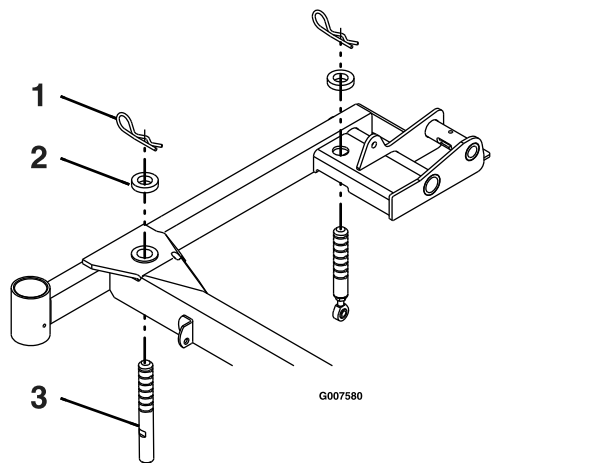

Figura 69
3. Verificate che tutte le coppiglie si trovino nei fori dell'altezza del piatto del tosaerba di 7,62 cm con i distanziali sotto le coppiglie (Figura 69).
4. Accorciate o allungate ciascun perno di supporto del piatto di taglio per ottenere l'altezza della punta della lama di 7,62 cm nella parte anteriore del piatto e di 8,26 cm nella parte posteriore (Figura 69).